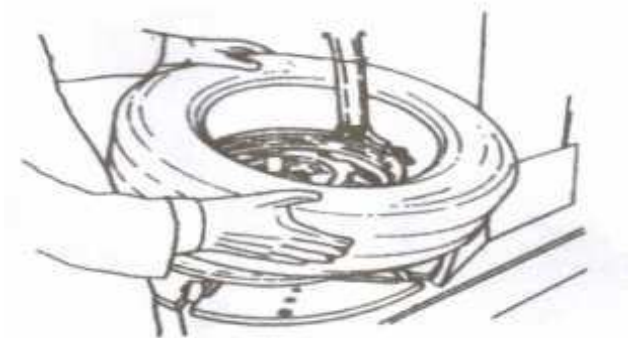

Рис. 21
4.2.2 Смажьте край смазочной или мыльной жидкостью. Откиньте шину на обод, держите переднюю часть вверх. Нажмите на шестиугольный вал для передвигания рычага для демонтажа, чтобы он соприкоснулся с ободом и стопором. Левый край над задней частью инструмента для демонтажа и правый край будут размещаться под передней частью инструмента для демонтажа (Рис. 21). Вращайте поворотный стол по часовой стрелке, чтобы направить нижний край в паз для отсоединения шины.